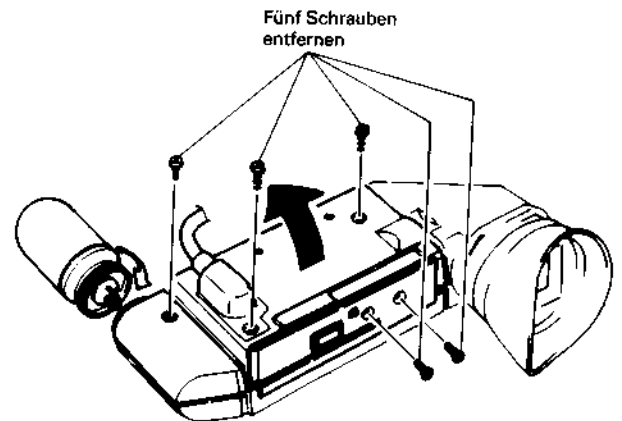

Abb. 2.122 Ausbau der Bodenabdeckung
2. Die Autofocus-Leiterplatte ausbauen (siehe Abb. 2.122).
Ausbau der Bodenabdeckung (Abb. 2.122)
1. Den Mikrofonring in Pfeilrichtung drehen (siehe Abb. 2.122).
2. Die fünf (5) Schrauben entfernen und die Bodenplatte in Pfeilrichtung öffnen.
1. Die Bodenabdeckung ausbauen (siehe Abb. 2.122).